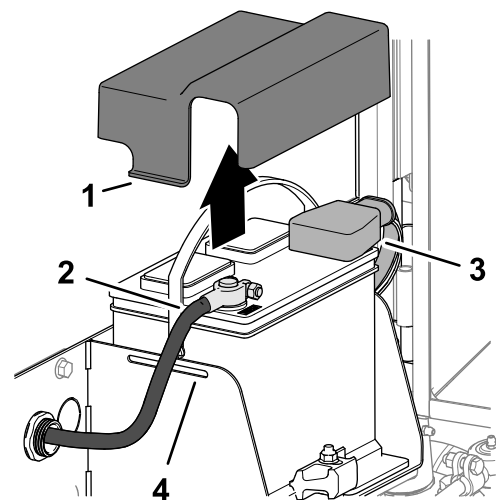

図 127
3. バッテリーカバーの側面を両側から押して、カバーをバッテリートレイから外す 図 127。